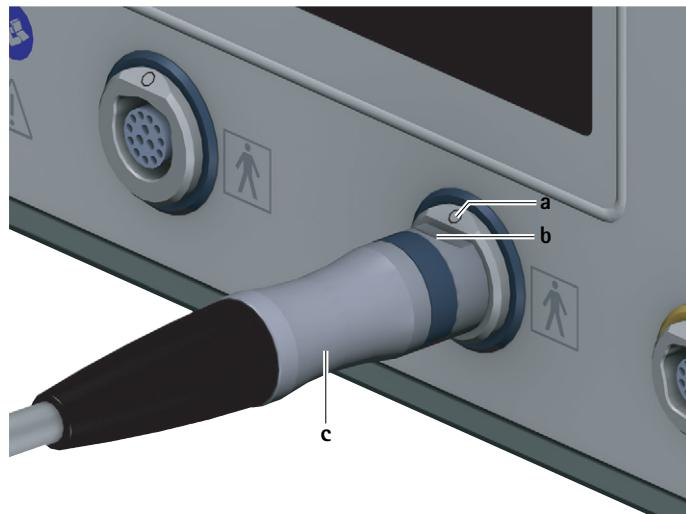

Fig. 3 Conexión del cable de motor
- Orientar el conector para unidad de control **c** en relación al cable de motor de forma que la marca **b** del conector coincida con la marca **a** de la conexión para elemento de aplicación **7**, ver Fig. 3.
- ▶ Desenchufar el cable de motor conectado al conector para unidad de control **c** de la conexión para elementos de aplicación **7**, ver Fig. 3.